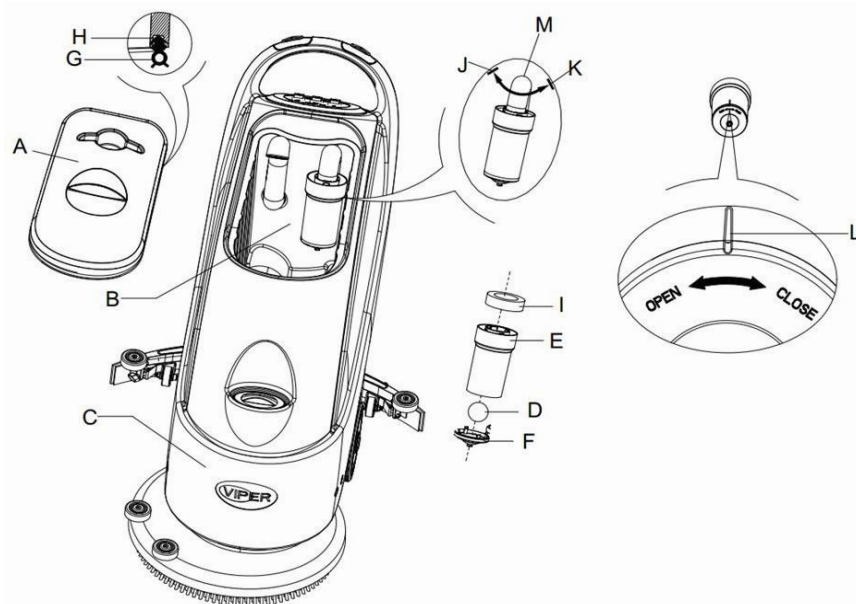

Рисунок 16
2. Нажмите кнопку включения питания (41) и установите ее в позицию "O" для отключения устройства.
3. Откройте резервуар для воды (A, Рисунок 16), и снимите поплавок устройства (36) из резервуара для грязной воды.
4. Используйте чистую воду для очистки крышки (A), резервуара (B и C), и опорной рамы фильтра-поплавка (E). Через отверстие трубы (15), слейте всю воду из резервуара.
5. При необходимости, возле символов "Open" и "Close" как показано на **рисунке 16**, отсоедините нижнюю крышку (F) от фильтра-поплавка и очистите поплавок (D), опорную раму (E), а также фильтр подушки (I). После очистки зафиксируйте фильтр-поплавок на опорной раме (E), а затем выровняйте паз (L) на нижней крышки (F) с пазом поплавкового фильтра (L) к опорной раме (E). Поверните нижнюю крышку (F) с точкой фильтра-поплавка и закрепите плотно фильтр к подушке (I) на опорную раму фильтра-поплавка (E), а затем на Вакуумную трубку (M).
6. Проверьте герметичность уплотнительного кольца (G) крышки резервуара с водой..